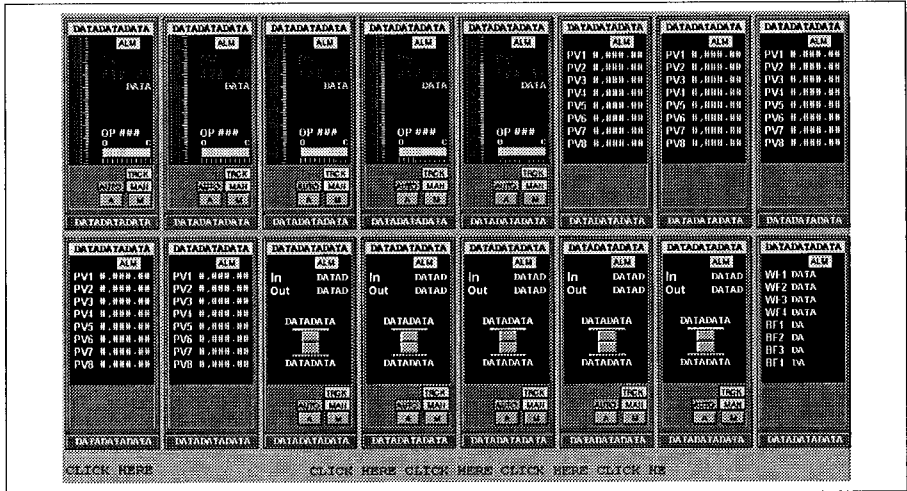

Figure 3-10 Synoptique de groupe standard par défaut - tel qu'importé
- 1 Importation du fichier .ADF.** Ouvrez le fond d'écran standard (Maindisp.ODT) et importez le fichier .ADF de groupe pour créer un synoptique de groupe standard. La figure 3-10 montre un synoptique de groupe standard par défaut, tel qu'importé.